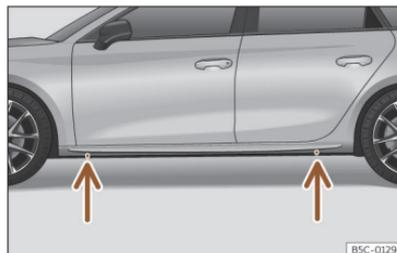

Abb. 235 Aufnahmepunkte für den Wagenheber.
- Suchen Sie am Längsträger die Markierung des Wagenheberaufnahmepunktes (Eindrückung), die dem zu wechselnden Rad am nächsten liegt >>> (Abb. 235).